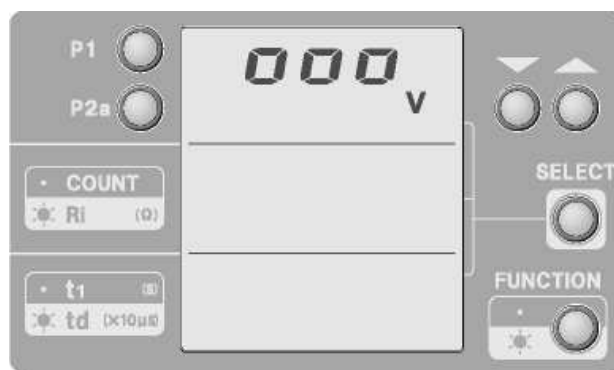

図11 インターロック断の時の表示
“インターロックプラグ”を外すか、または“インターロックプラグ”の1-3番ピンをオープンにすることによって本器はパルス出力を停止し、DC LINEがOFFとなるインターロック断状態となります。この時、表示部は図11のような画面表示になります。この状態になると、“②電源スイッチ”を入れ直さない限り通常状態には復旧しません。